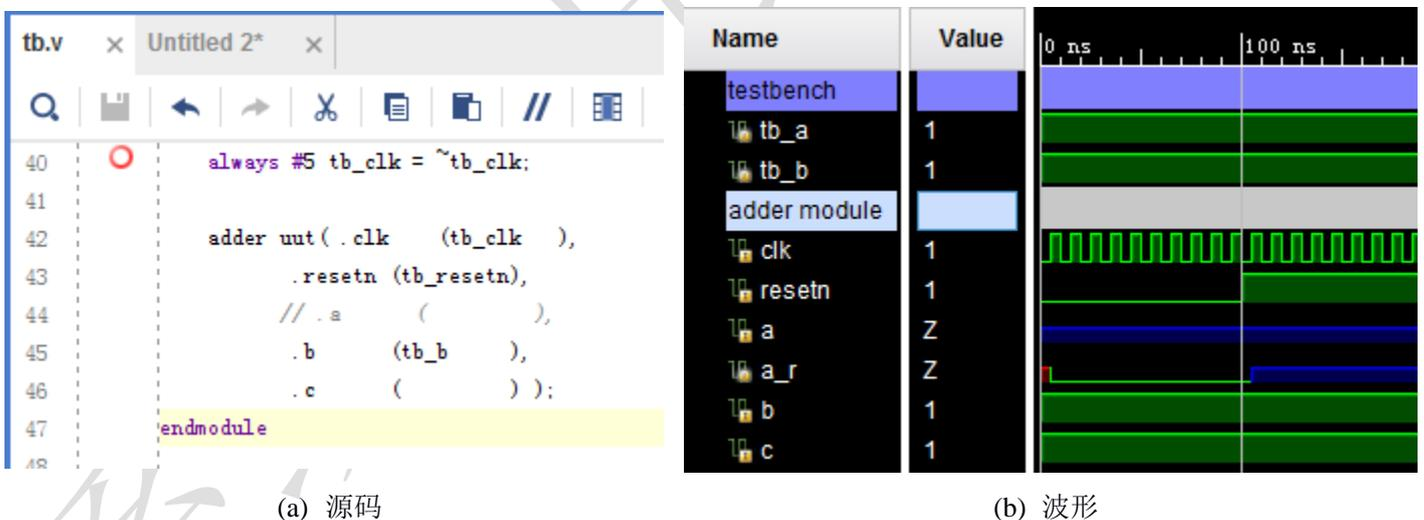

图 1-1 信号为“Z”示例
- (1) 信号值为“Z”，为模块调用是信号未连接，未连接包括两种：显式的未连接，如图 1-1(a)中的.c()；隐式的未连接，如图 1-1(a)中模块 adder 调用时，a 端口即未连接。“显式的未连接”一般是人为故意设置的，只针对 output 类接口；“隐式的未连接”则是疏忽，属于代码不规范，往往也是导致信号值为“Z”的主要原因。
- (2) adder 模块里，a 端口未连接，导致 a 为“Z”，但 c 端口也未连接，c 却是固定值。这是因而 a 端口是 input，c 端口是 output。output 类接口未连接是母模块里不使用该信号，可能是人为故意设置的。所有的 input 类接口被调用时不允许悬空。
(3) adder 模块里 a 信号从 0 时刻开始就是“Z”，而 a\_r 信号确实在 100ns 左右才变成“Z”的。这是因而 a 信号为端口，被调用时就未链接，故从 0 时刻就为“Z”，但 a\_r 信号是内部寄存器，从 100ns 时刻才使用 a 信号参与赋值，所以也变成了“Z”。